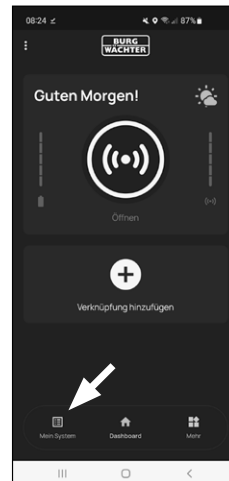

Abb. 4
- Es erscheint der Hauptschirm der BURGsmart App. Öffnen Sie das Menü „Mein System“ unten links (Abb. 4).